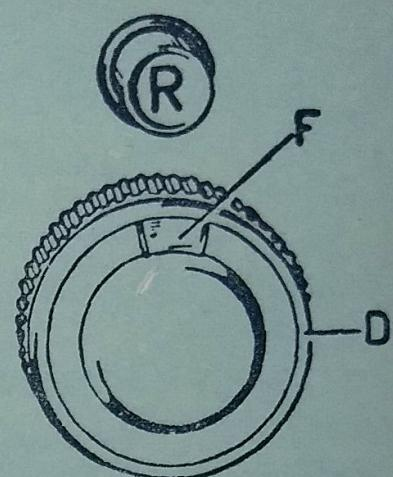

Fig. 14
- Girar el botón "D" (fig. 14): a través de la ventanita "F" se lee la longitud de la puntada en milímetros.
- apretar todo lo posible el botón "R" (fig. 14); se coserá hacia atrás con la longitud de la puntada regulada por el botón "D";